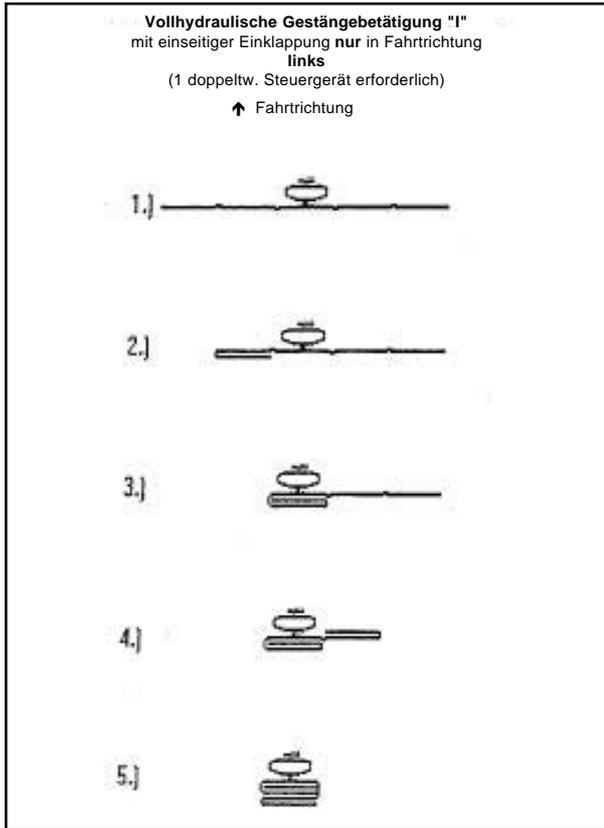

Fig. 10.4
1. **Vollhydraulische Gestängebetätigung "I"**, einseitige Klappung in Fahrtrichtung links möglich (Fig.10.4) (1 einfachwirkendes und 1 doppeltwirkendes Steuergerät auf Schlepper erforderlich).